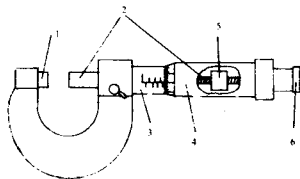

图1-7
1. 千分尺的构造和原理 千分尺（又叫螺旋测微器）的构造如图1-7所示。